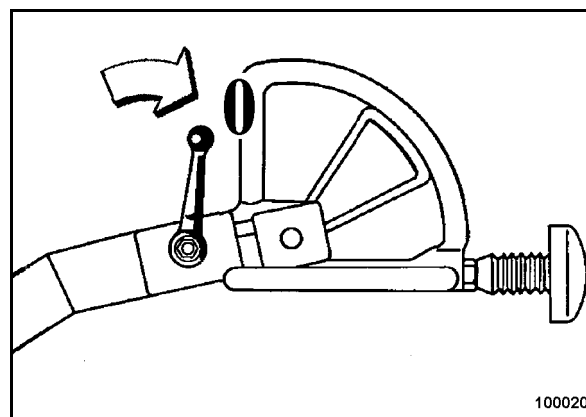

рис. 12
- Установить рычаг вибрации (рис. 12) в положение "0".